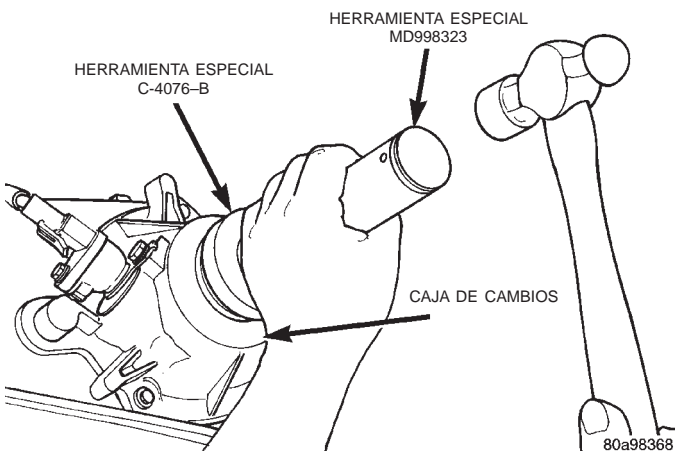

Fig. 78 Instalación de la junta trasera
(6) Deslice el instalador C-4076-B en el protector de junta con el lado ahuecado de la herramienta hacia la junta. Introduzca la junta en el retenedor de cojinete trasero con el instalador C-4076-B y el mango MD998323 (Fig. 78).
(7) Instale el deflector trasero con el instalador C-4076-A y el mango MD-998323 (Fig. 78).